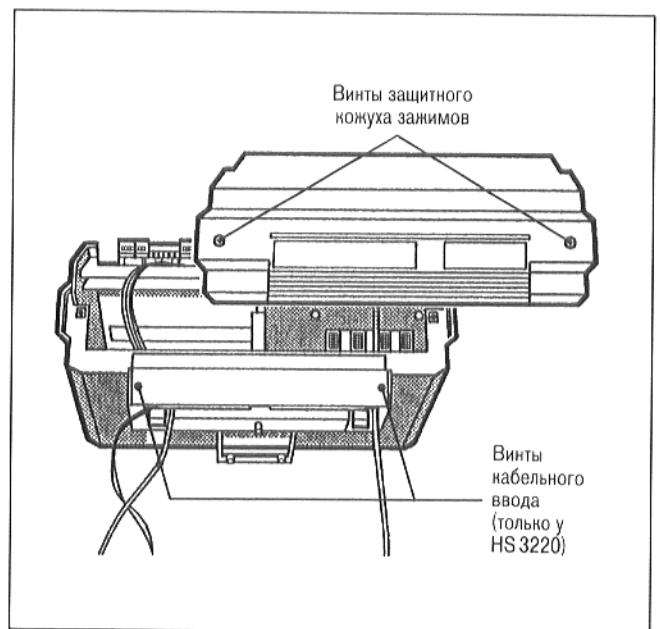

Рис. 22
Перед монтажом переднего кожуха горелки, необходимо продеть кабель горелки снизу через кабельный ввод и выломать часть, предусмотренную для капиллярных трубок (см. также рис. 22 и 23).
- Вывинтить два винта из покрытия защитного кожуха зажимов (рис. 22). Снять защитный кожух.
Вывинтить два винта из покрытия кабельного ввода (рис. 22). Снять покрытие кабельного ввода.